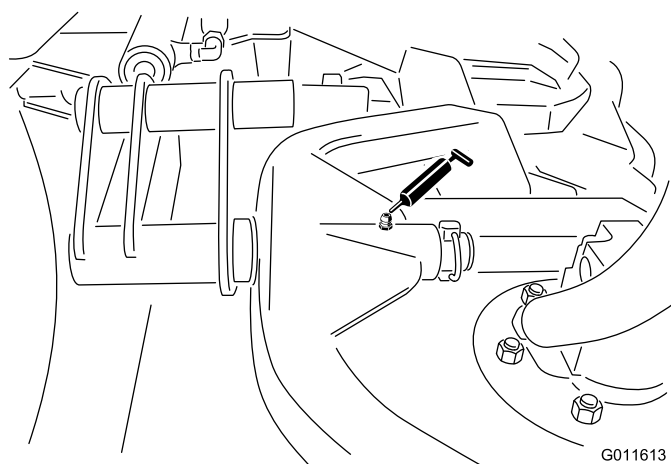

図 29
- カuttingユニットのキャリアフレームのピボット各1 図 29